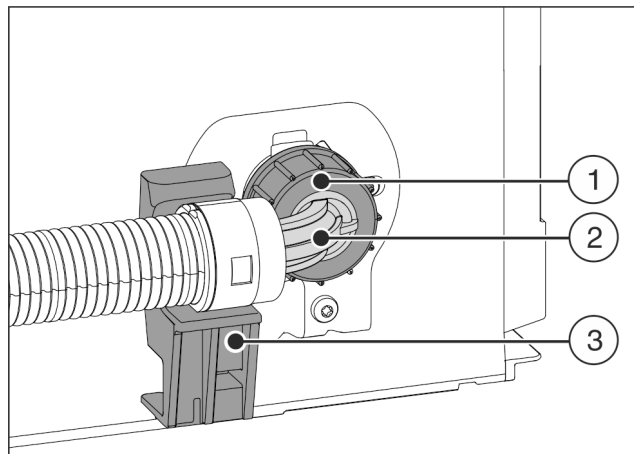

Fig. 23
- ▶ Zahnutý konec hadice Fig. 23 (2) umístěte vodorovně na držák Fig. 23 (3) a přidržte.
- ▶ Rukou našroubujte matici Fig. 23 (1) na závit, až dosáhnete bezpečného a pevného usazení.